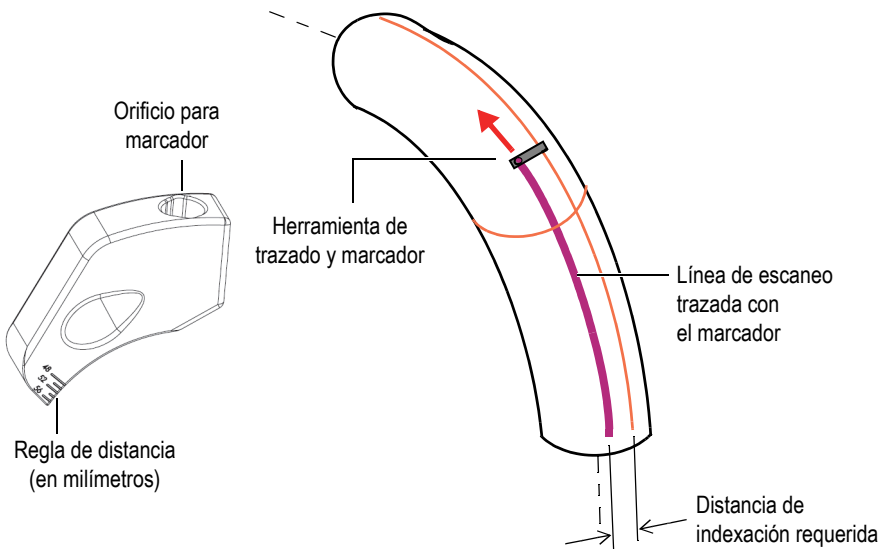

Figura 3-7 Trazado de las líneas de escaneo en un codo
4. Introduzca un marcador (rotulador) en el orificio de la herramienta de trazado; use las marcas hechas con la herramienta como guía para seguir la primera línea de escaneo y trazar la siguiente línea deseada en función de la distancia de indexación requerida (vea la Figura 3-7 en la página 42). Trace las otras líneas de escaneo de esta forma alrededor de la circunferencia de la pieza.